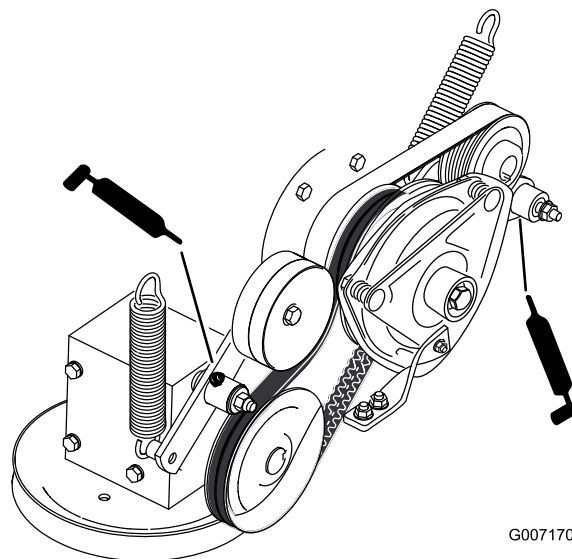

Bild 41
10. Fetten Sie den Spannarm des Pumpenriemens ein (Bild 41).
9. Fetten Sie den Spannarm des Zapfwellenkeilriemens ein (Bild 41).